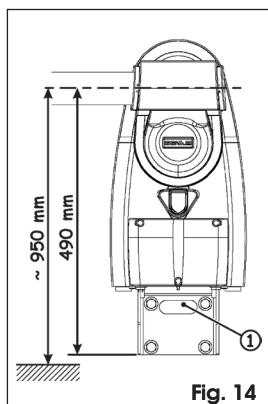

Fig. 14
L'application murale permet d'encastrer les câbles électriques dans le mur, en les faisant sortir par la flasque (Fig. 14 réf. ①), ou externes, en utilisant des tubes ou des gaines adéquats. Pour déterminer la position des câbles, voir le chapitre 4.3.1.
1. Déterminer la position de la patte en tenant compte de la cote de la Fig. 14. On conseille d'installer l'automatisme de manière à ce que la lisse se trouve à une hauteur d'environ un mètre au-dessus du sol.